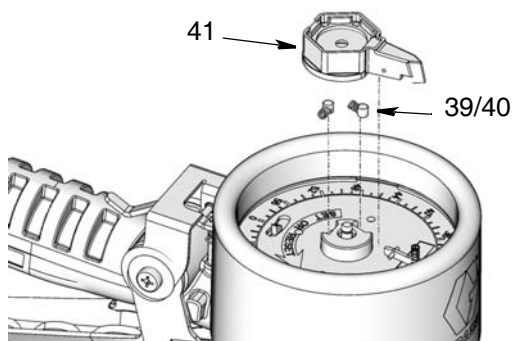

FIG. 34
- Montez le pointeur du pointeau (41), les ressorts (39) et les goupilles (40) comme montré sur la FIG. 34.